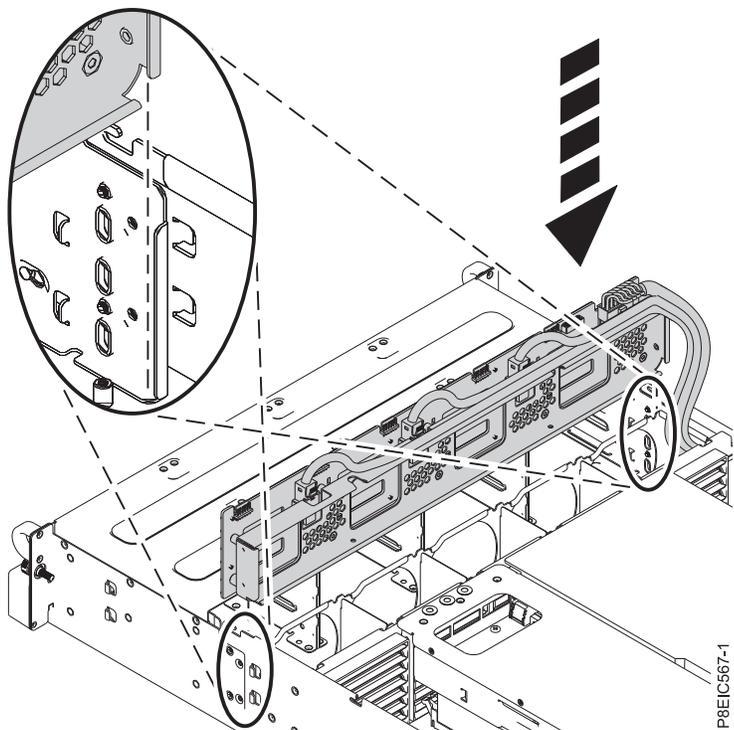

Figure 30. Installation du serveur fond de panier des unités de disque
4. En vous servant de la languette d'alignement, abaissez le fond de panier des unités de disque en l'insérant à la verticale dans le châssis, comme illustré dans la figure 30, à la page 28.